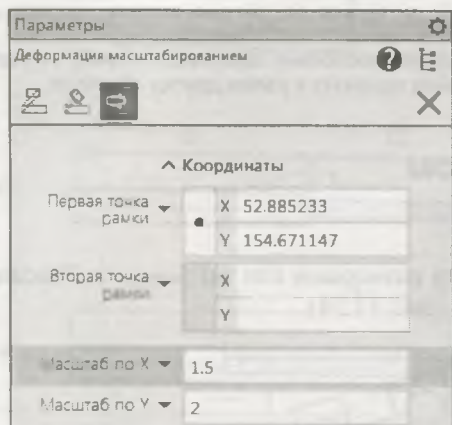

Рис. 11.25. Панель Параметры: Деформация масштабированием
- ◆ вызовите команду **Деформация масштабированием**. На панели **Параметры: Масштабирование** (рис. 11.25) в разделе **Координаты** имеются поля для ввода координат первой и второй рамок и масштаба по осям  $X$  и  $Y$ ;